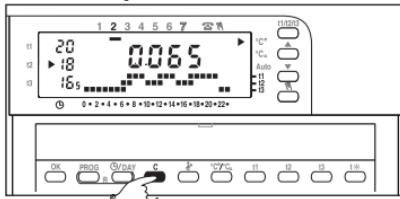

Fig. 41
- **Visualizzazione delle ore totali di funzionamento dall'inizio stagione:** mantenere premuto il tasto **C** per più di 4 secondi ed appariranno le ore totali di funzionamento (Fig. 41).